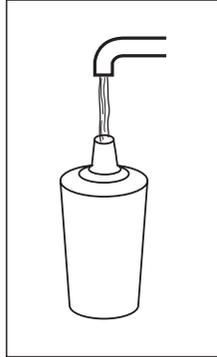

Fig. 20
- Remplir le filtre d'eau (Fig.20)